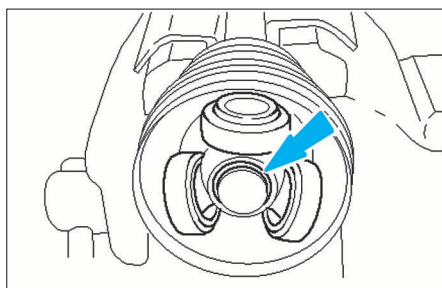

FIG. 4
- À l'aide d'une pince appropriée, déposer le circlips du tripode (Fig.4).